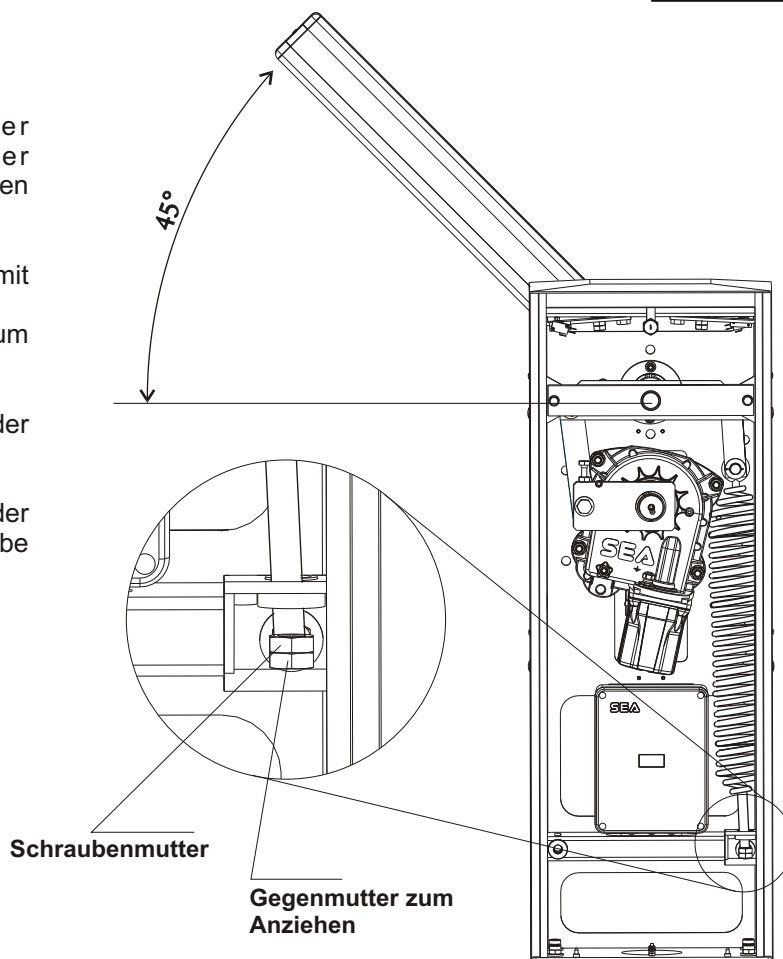

Abb. 13
- Den Baum auf 45° positionieren und die Auswuchtung mit Hilfe der Muttern (Abb. 13) durchführen.
- Die Spannmutter der Feder zu/oder aufschrauben bis der Auswuchtungspunkt auf 45° erreicht wurde (Abb. 13).